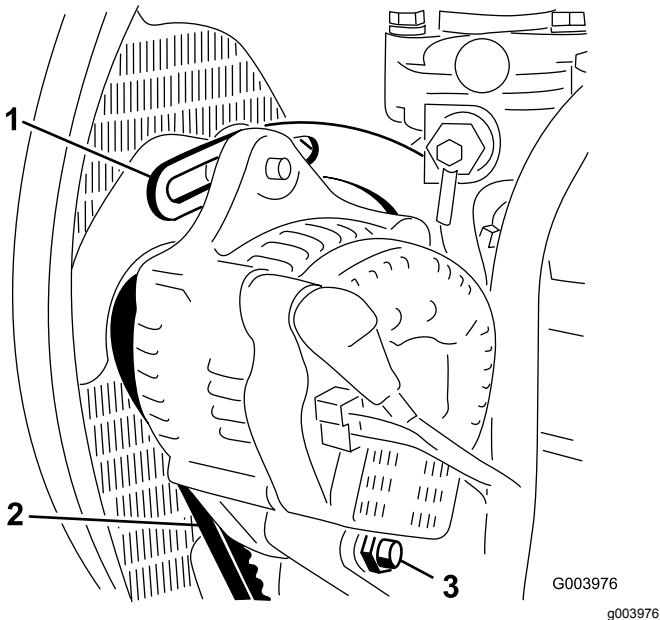

Figura 54
2. Compruebe la tensión de la correa del alternador flexionándola (Figura 54) en el punto intermedio entre las poleas del alternador y del cigüeñal con una fuerza de 10 kg (22 libras).
4. Afloje el perno que fija el tirante al motor (**Figura 54**), el perno que fija el alternador al tirante y el perno de pivote.